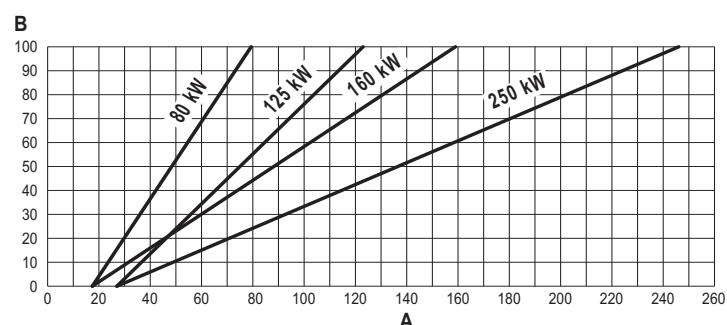

fig. 60
- Appuyer sur les **touches chauffage** (rep. 3 et 4 - fig. 1) pour augmenter ou diminuer la puissance (minimale = 00 - maximale = 100). Voir diagramme « **Réglage Puissance Thermique** » (fig. 60).